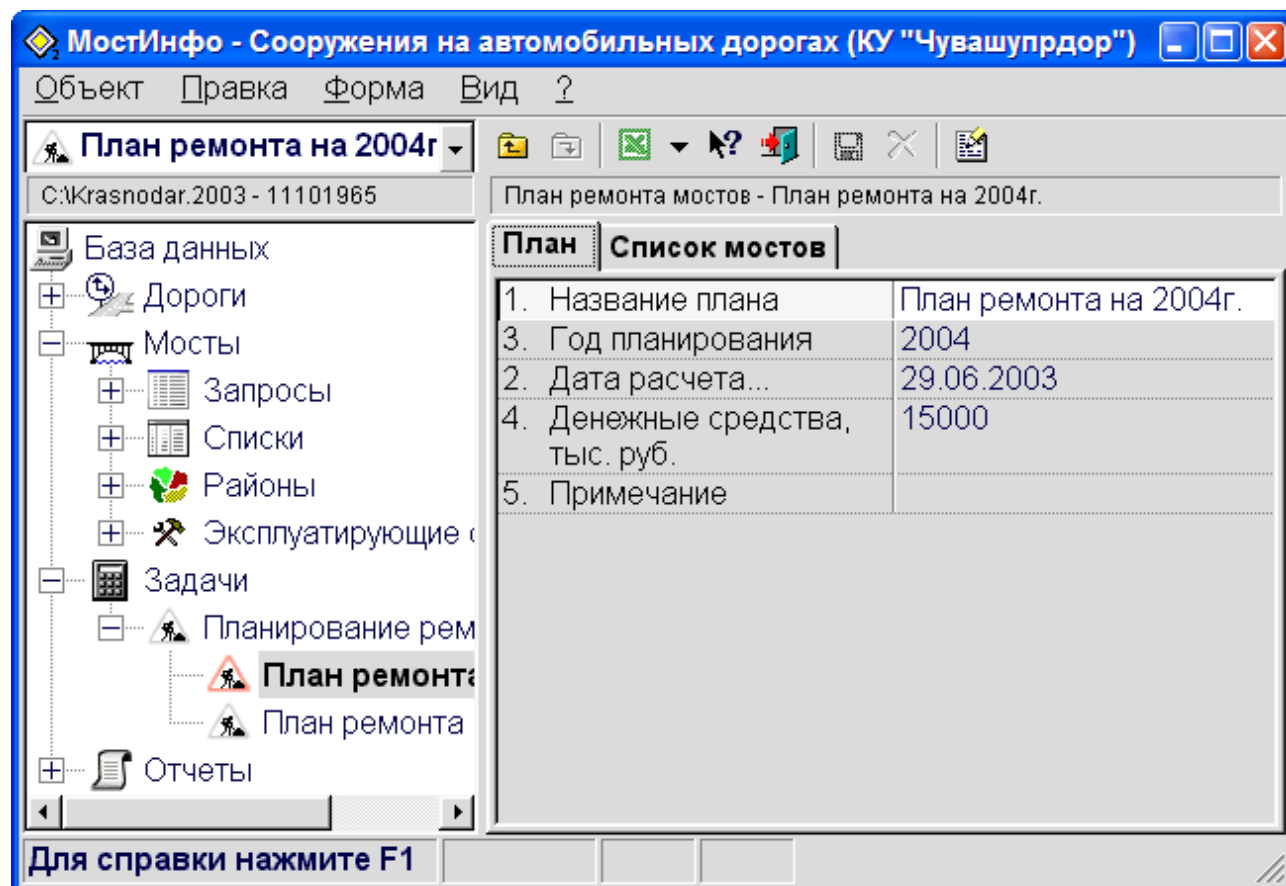

Рис. 118. Объект "План ремонта" с текущей вкладкой "План"
На вкладке "План" располагается форма ввода, в которой редактируются данные текущего плана ремонта. На рис. 118 показаны все имеющиеся в этой форме поля ввода. Назначение этих полей понятно из их названия, однако, как и во всех других формах ввода, можно получить подробное описание текущего поля, нажав клавиши <Ctrl+F1> или выполнив команду Форма⇒Справка по полю...
- ✧ Ввести на вкладке "План" (рис. 118) в поле "Год планирования" год, в котором планируется выполнять ремонтные работы (этот год должен быть больше или равен текущему году).